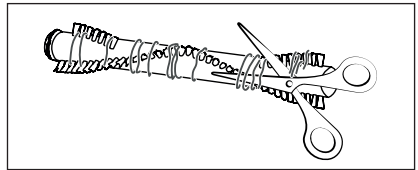

Abb. 26
- 4) Schneiden Sie Fäden und Haare entlang der Borsten der Bürstenrolle (21) mit einer Schere durch (siehe Abb. 26). Entfernen Sie Fäden und Haare von der Bürstenrolle (21).